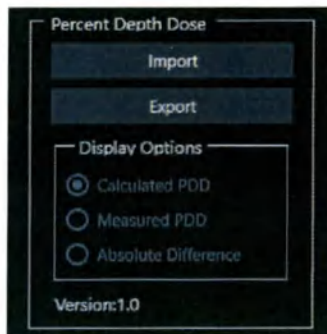

Рисунок 10.10. Диалоговое окно PDD
3. Проверьте данные расчетной глубиной дозы в процентах (PDD) (см. рисунок 10.10).